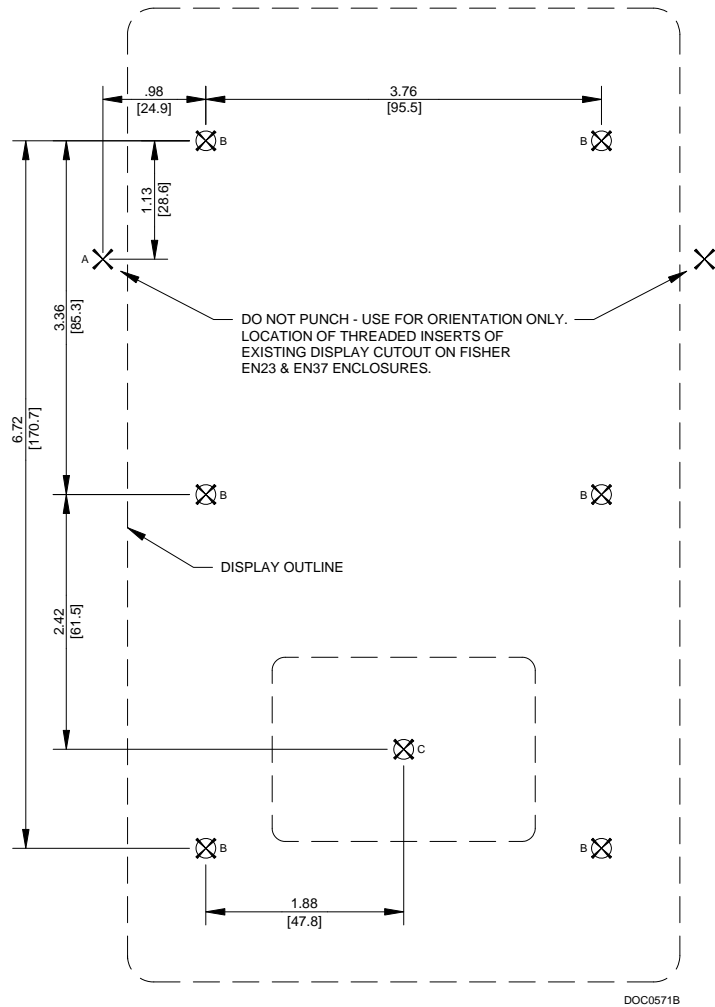

Figura 2. Modelo para la instalación de la pantalla con teclado (sin escala)
Nota: la pantalla con teclado se suministra con una hoja de instrucciones de instalación de tres páginas (Formulario A6164, Revisión E). Utilice el gráfico de la página 3 de ese documento como modelo para ejecutar el paso 1. La *Figura 2* muestra una versión reducida del gráfico. No obstante, **asegúrese de que el dibujo que utiliza como modelo tenga la escala correcta.**
1. Copie la *Figura 2* en una hoja de papel que pueda desechar una vez finalizada la instalación y reduzca o amplíe el dibujo hasta que la figura tenga la escala adecuada.
2. Coloque la hoja de papel con la *Figura 2* contra el gabinete y ubíquela de forma tal que la línea con la marca **3,76 [95,5]** esté orientada hacia la parte superior del gabinete. Si realiza la instalación en la puerta de un gabinete EN23 o EN37, alinee las dos marcas **A** con las muescas de rosca situadas a cada lado de la abertura ya existente en la pantalla.
4. Retire la hoja de papel con la *Figura 2* y realice orificios de 5,6 mm (0,219 pulgadas) de diámetro con un taladro en las seis marcas **B**.